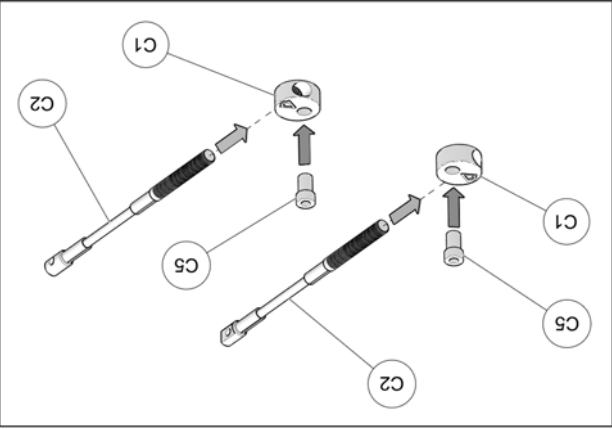

Fig. 21
10. Assembler les câbles des limiteurs de conduite (C2), les extrémités en aluminium (C1) et les bagues espaces (C5) tel que montré à la Fig. 21